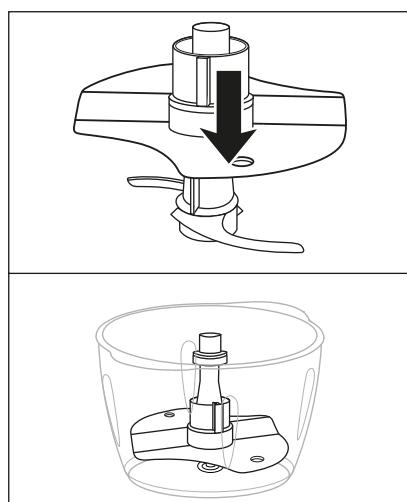

Fig. 1
1) Posez le bol ⑨ sur l'anneau antidérapant ⑪.
2) Poussez le disque émulsionneur ⑫ sur le porte-lame ⑦ :
- Pour fouetter 200–400 ml de crème, montez le disque émulsionneur ⑫ sur le porte-lame ⑦ de sorte que le disque émulsionneur ⑫ repose sur les deux parties de la lame ⑧ et s'encrante (fig. 1) :